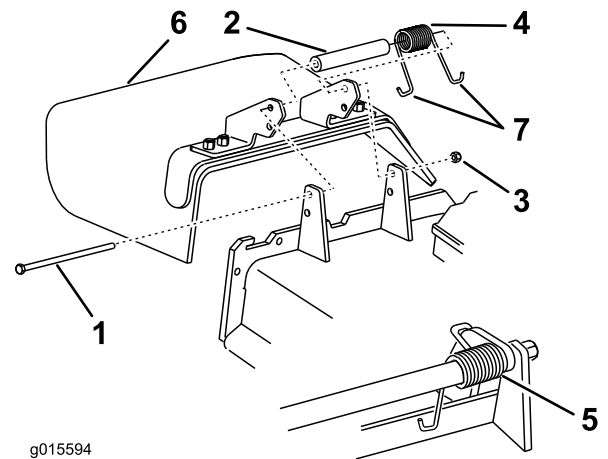

Figura 87
1. Retire la contratuerca, el perno, el muelle y el espaciador que sujetan el deflector a los soportes de pivote (Figura 87). Retire el deflector de hierba dañado o desgastado.
Nota: Asegúrese de colocar un extremo en J del muelle detrás del reborde de la carcasa antes de instalar el perno, según se muestra en Figura 87.
3. Instale el perno y la tuerca. Coloque un extremo en J del muelle alrededor del deflector de hierba (Figura 87).